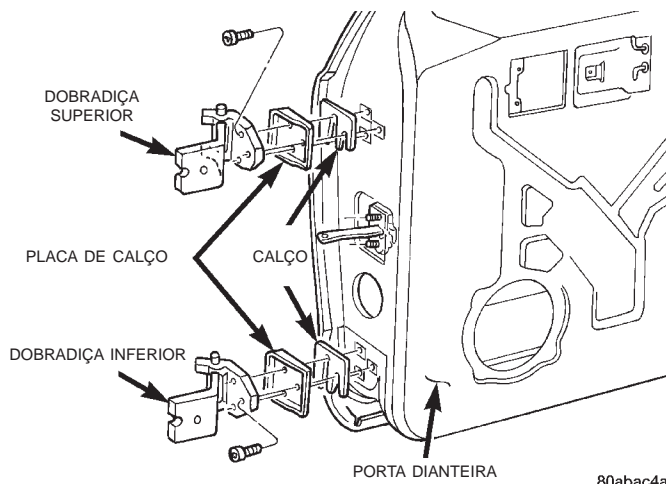

Fig. 26 Dobradiça da Porta Dianteira
- (3) Remova os parafusos que prendem a dobradiça à porta (Fig. 26).
- (4) Remova a porta do veículo.